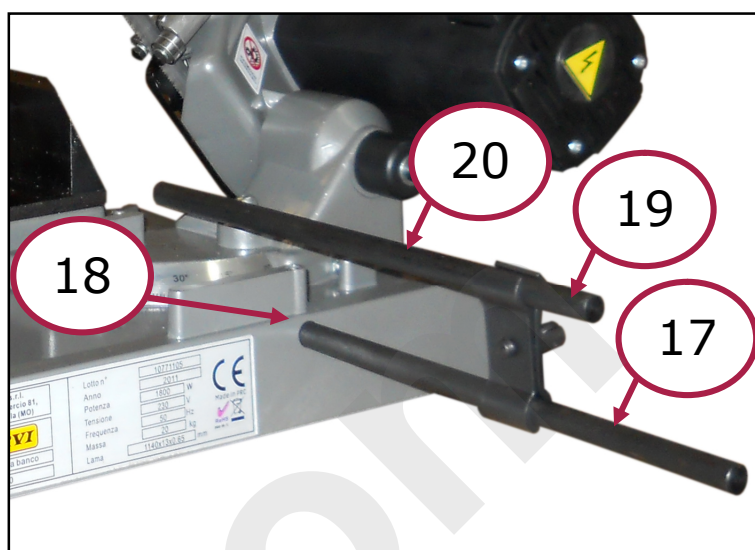

Figura 12 - Barra di riferimento.
5. Montare nell'apposito foro la barra di riferimento (rif.17 in Figura 12) e bloccarla con la vite senza testa (rif.18 in Figura 12).
6. Allentare il pomello (rif.19 in Figura 12) e far scorrere l'asta mobile (rif.20 in Figura 12) determinando la quota di taglio desiderata.
7. Bloccare con forza il pomello (rif.19 in Figura 12).